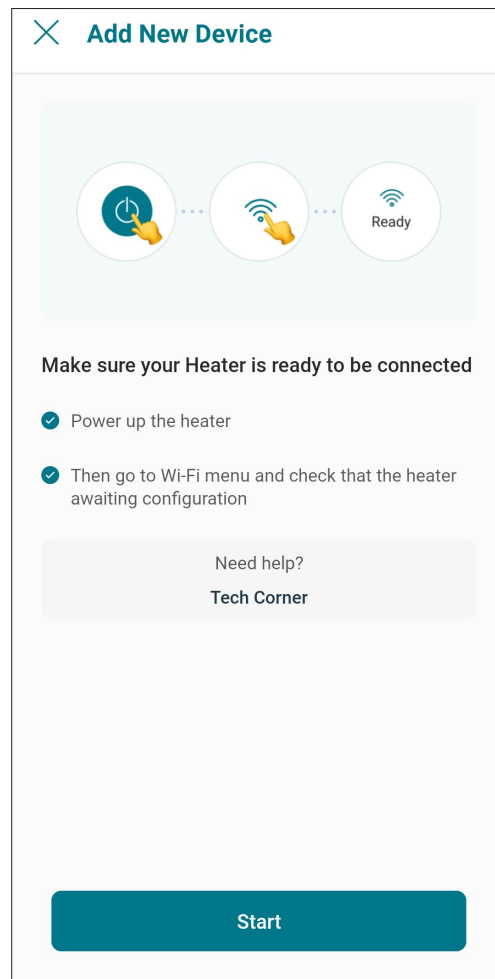

Figure 82. Écran de vérification
2. L'écran "Check your Device" s'affiche. Assurez-vous que l'appareil AVIA est sous tension et que le signal Wi-Fi est présent, puis appuyez sur le bouton "START", voir Figure 82.